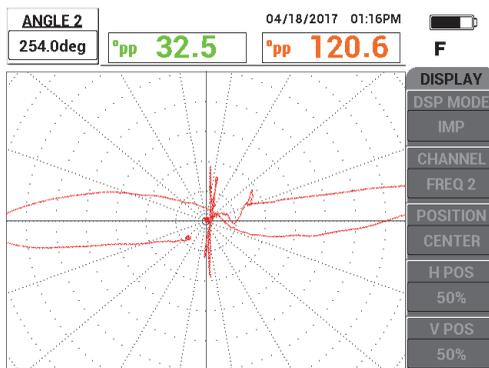

Рис. 5-200 Настройка угла в ЧАСТ 2
5. Нажмите клавишу ANGLE (), затем поворачивайте сигнал, пока сигнал от сквозного отверстия не будет вертикальным на экране прибора (см. Рис. 5-200 на стр. 285).